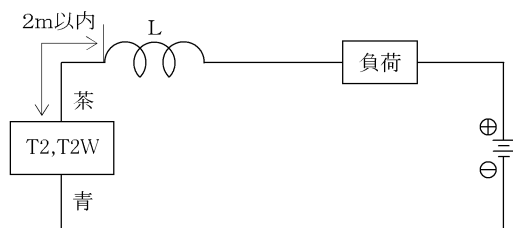
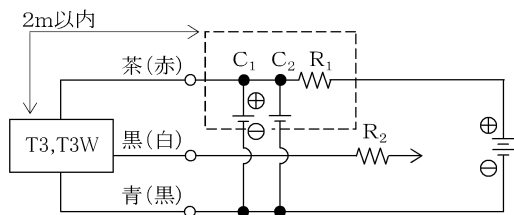

図5 ●チョークコイル
図 7
リード線配線長が10mを超える場合は、図5、6（T2,T2Wの場合）、図7（T3,T3Wの場合）に示す保護回路を必ず設けてください。
- 図7 ● 電源ノイズ吸収回路